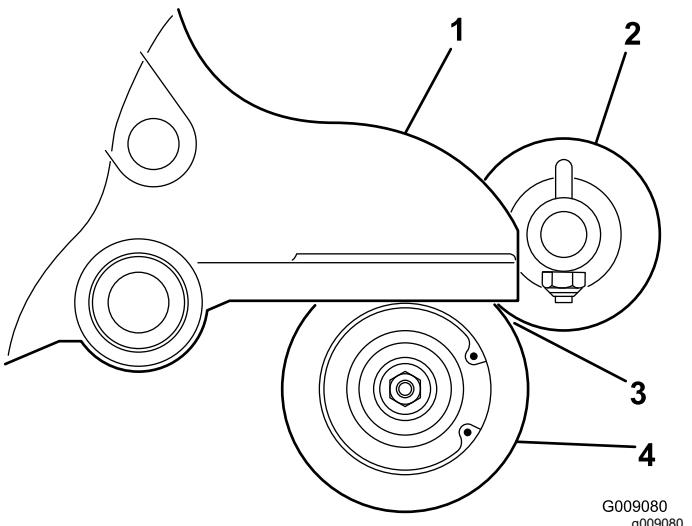

Figura 14
16. Coloque el cepillo del rodillo de manera que tenga un contacto ligero con el rodillo trasero (es decir, que apenas toque o descansen sobre el rodillo) (Figura 14).